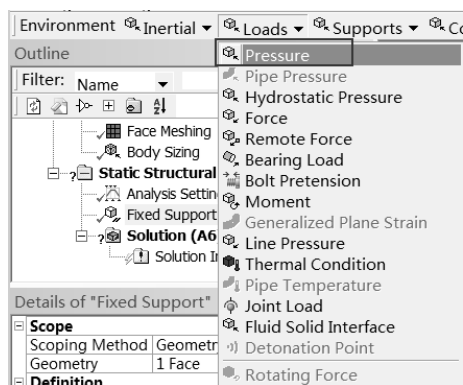

图 14-22 添加压力载荷
Step4：同 Step3，选择 Environment 工具栏中的 Loads（载荷） Pressure（压力）命令，此时在分析树中会出现 Pressure 选项，如图 14-22 所示。